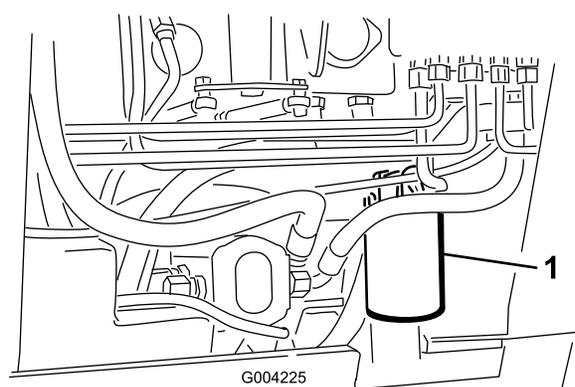

**Figura 60**
6. Rimuovete il tappo del collo del bocchettone e controllate il livello del fluido sull'asta di livello (Figura 60).